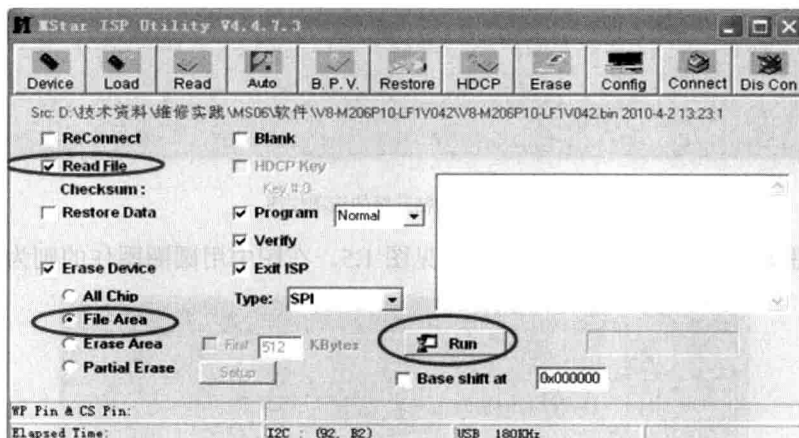

图 1.7 勾选圆圈中的选项
④ 软件加载方法都一样。
⑤ 双击“Auto”选项，勾选圆圈中的选项，否则会造成 MAC 地址丢失。然后双击“Run”，开始自动烧写，见图 1.7。